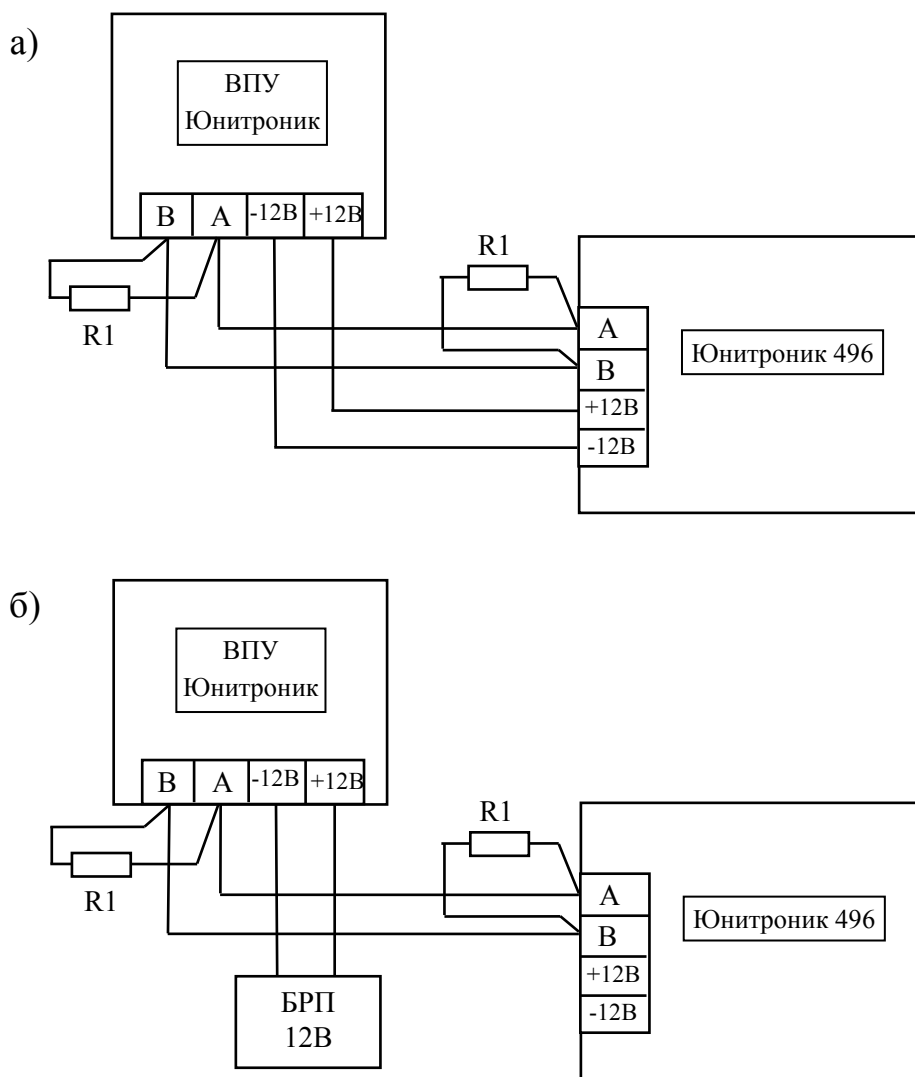

Рис. 9. Схема подключения выносного пульта управления к прибору: а) с питанием от прибора, б) с питанием от дополнительного источника. R1=100 Ом.
7.1.3. Подключить ВПУ согласно схеме на рис.9. По первому варианту рис.9а питание пульта осуществляется от прибора, по второму варианту рис.9б - от дополнительного резервного источника питания 12В.